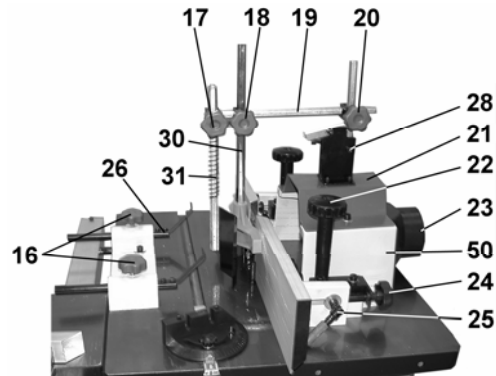

Рис.7
8.3.4. Как показано на Рис. 7, зажимом крепления на стойке (28) установите и винтом фиксации (20) закрепите штангу (19). На штанге (19) в зажимах установите и винтами фиксации (17 и 18) закрепите прижимную пластину (31) и прижимную планку (30). При закреплении под винты фиксации (17,18,20) подкладывайте металлические пластины (см. комплектность).